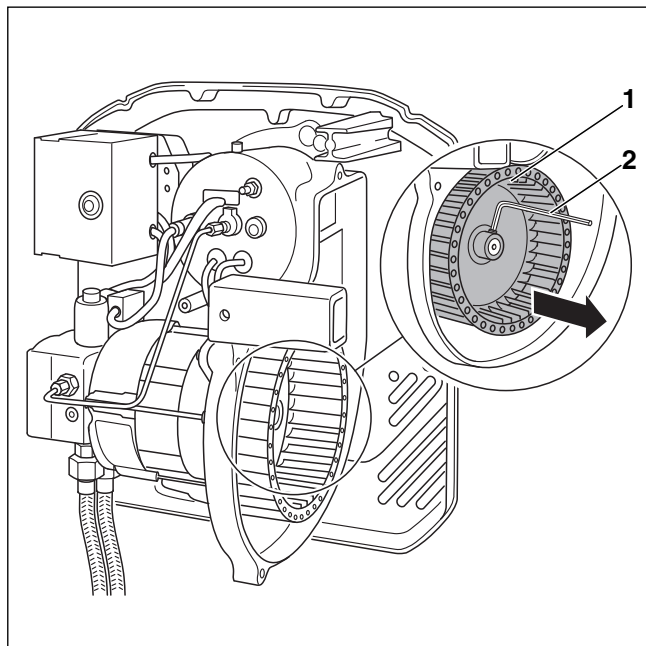

Bild 43 Gebläserad prüfen, ggf. reinigen
- Gebläserad (→ Bild 43, [1]) mit einem Innensechskantschlüssel (→ Bild 43, [2]) lösen und von der Welle ziehen.
- Gebläserad (→ Bild 43, [1]) wieder montieren.